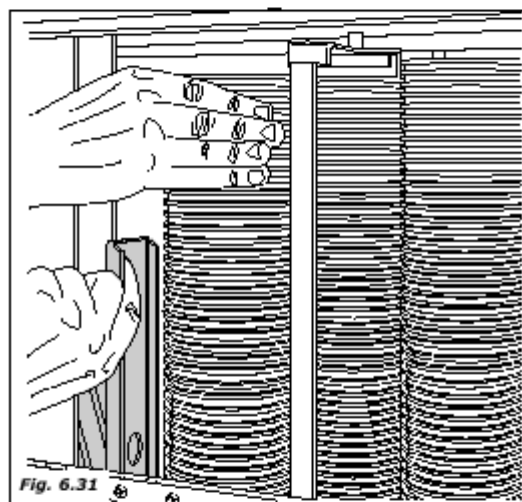

Fig. 6.31
- завершите загрузку, вставив две стопки чашек слева (рис. 6.31).